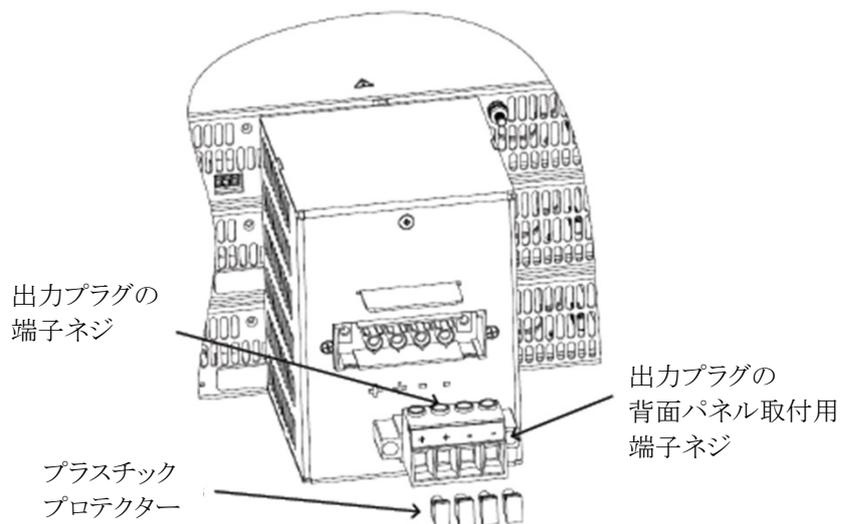

図4-47 出力プラグの取り外し方法
2. 図4-47に示すように出力プラグを電源の背面パネルからネジを外して取り外し、出力プラグの端子ネジを緩めてください。
(図4-47はGSP15kWの場合ですが、GSP10kWも同様です。)